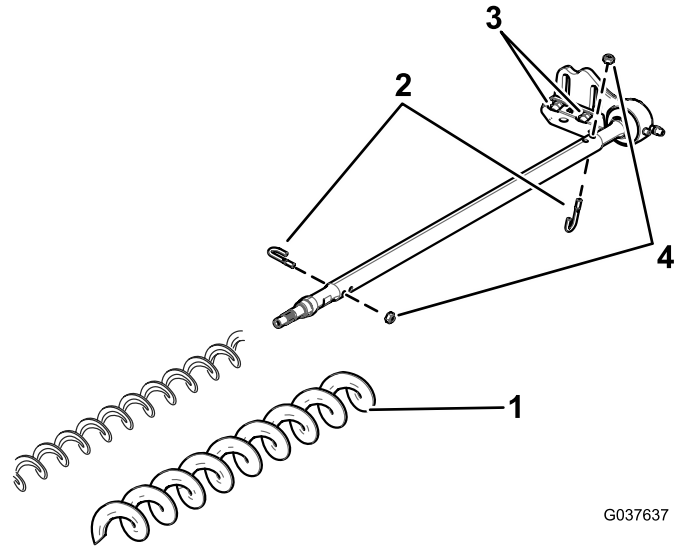

Bild 18
8. Ziehen Sie die Sicherungsmuttern der J-Schrauben mit 2 bis 3 N m an; siehe Bild 18